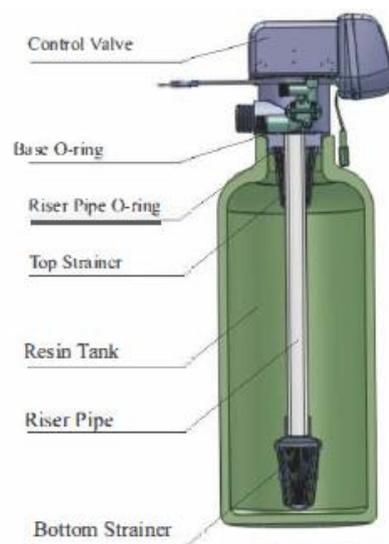

Figure 1-1
- Как показано на рис. 1-1, выберите стояк с наружным диаметром 26,7 мм, приклейте стояк к нижнему сетчатому фильтру и поместите его в резервуар для смолы, отрежьте трубку, выходящую из верхнего отверстия резервуара. Заглушите стояк на случай попадания минералов.